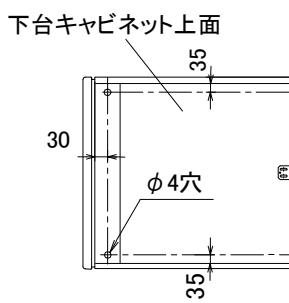

図1
- ①下台キャビネット上面に下穴(Φ4穴)を加工してください。(図1)